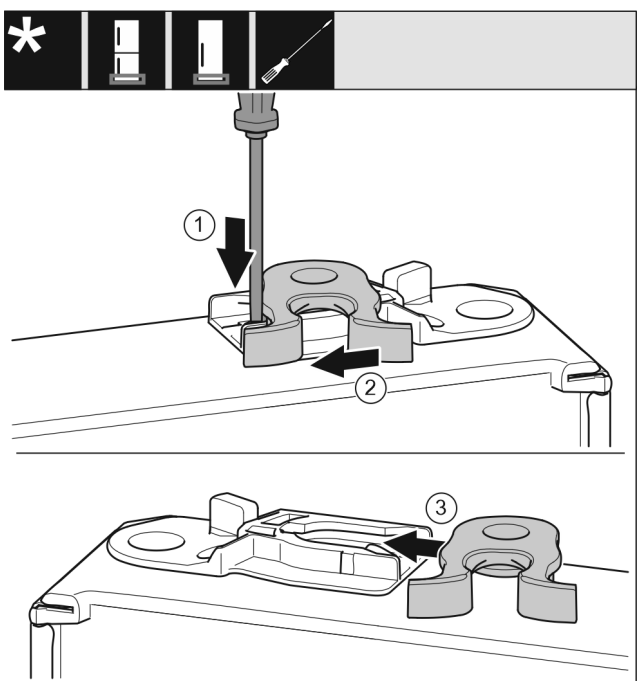

Fig. 17
- Η κάτω πλευρά της πόρτας είναι στραμμένη προς τα επάνω: Περιστρέψτε την πόρτα. Fig. 17 (1)
- Πιέστε το αυτάκι με ίσιο κατσαβίδι προς τα κάτω. Fig. 17 (2)
- Τραβήξτε το άγκιστρο κλεισίματος από τον οδηγό. Fig. 17 (3)
- Ωθήστε το άγκιστρο κλεισίματος στην άλλη πλευρά στον οδηγό. Fig. 17 (3)